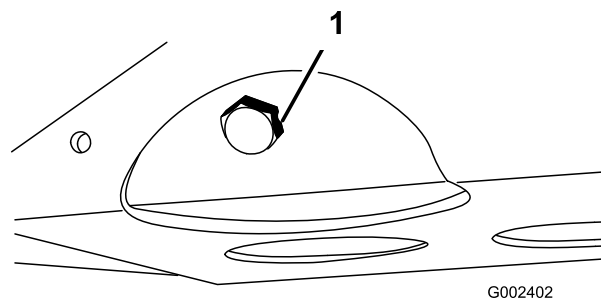

図 43
2. ドレンプラグを外してオイルを容器に受ける(図 43)。オイルが抜けたらドレンプラグを取り付ける。